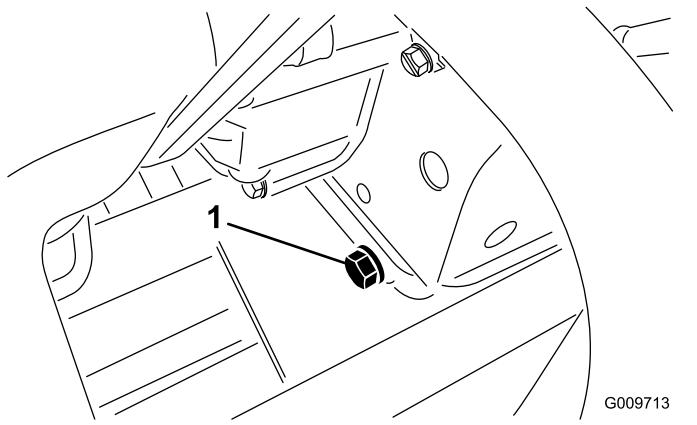

Bild 57
2. Entfernen Sie die Ablassschraube (**Bild 57**) und lassen Sie das Öl in die Auffangwanne ab.